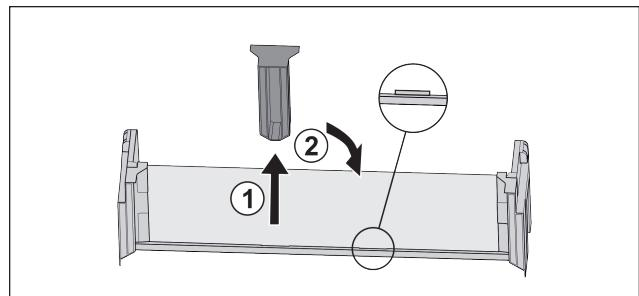

Fig. 92
- Снимите среднюю поддерживающую деталь *Fig. 92* (1).
- Вставьте среднюю поддерживающую деталь во вторую позицию *Fig. 92* (2).